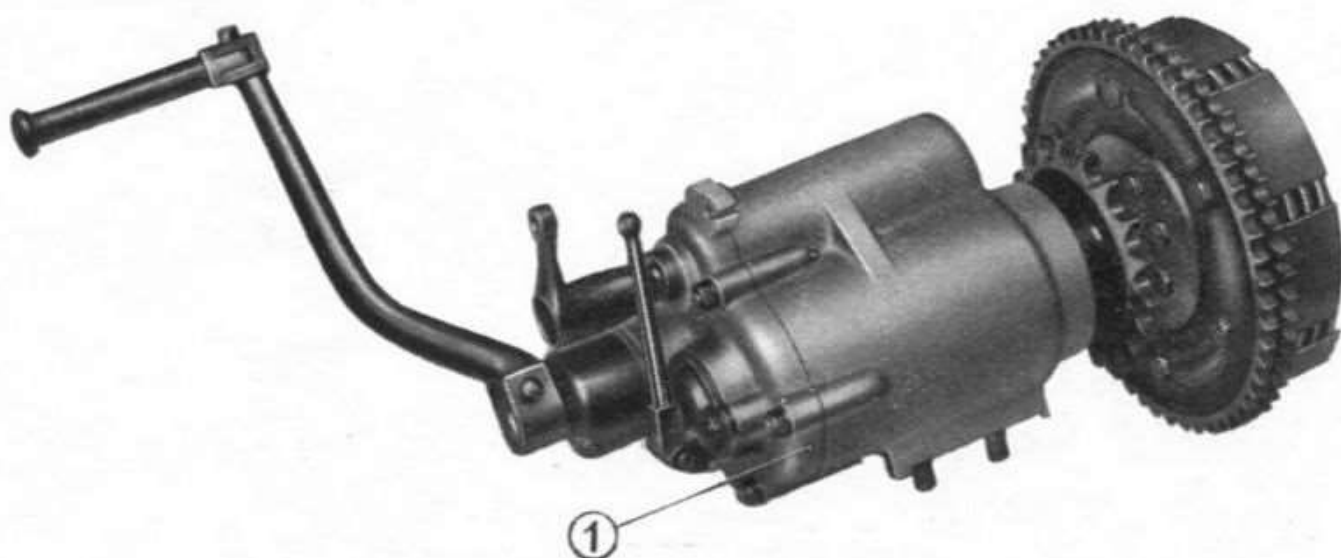

Fig. 16
Dopo un lungo periodo di uso è necessario procedere alla lavatura interna del cambio. Togliere il coperchio (1) (fig. 16) esterno alla scatola avendo cura di non spostare gli ingranaggi e lavare accuratamente tutte le parti interne.